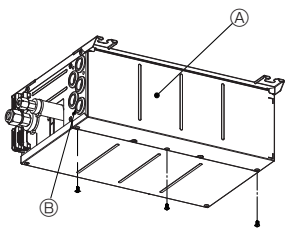

Fig. 8-1
1. Entfernen Sie die Schrauben der Abdeckung. (Fig. 8-1)